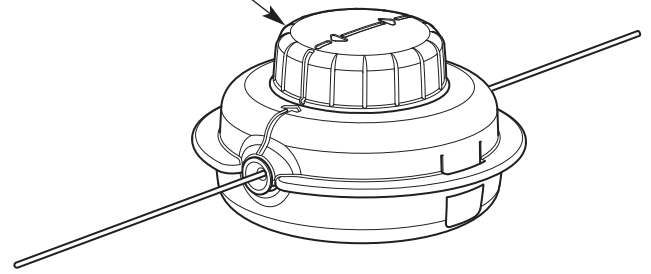

Fig. 22
- Tournez le bouton de butée pour enrouler le fil jusqu'à ce qu'environ 12,5 cm (5 po) dépassent de chaque côté de la tête de coupe (Fig. 22).